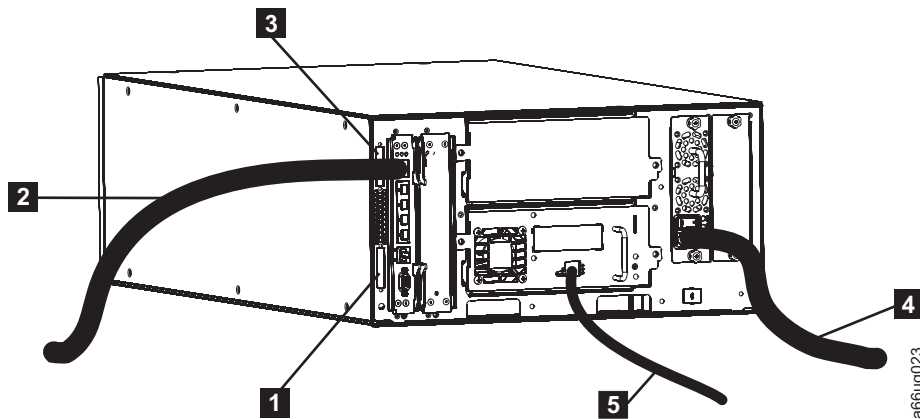

Figura 3-15. Cableado de una biblioteca de 5U con unidades Fibre Channel
1. Instale el terminador de comunicación de módulo superior (**3** en la Figura 3-15).
2. Instale el terminador de comunicación de módulo inferior (**1** en la Figura 3-15 en la página 3-17).
3. Instale un extremo del cable Ethernet proporcionado por el cliente (**2** en la Figura 3-15 en la página 3-17) en el puerto Ethernet de la unidad blade de control de biblioteca y, a continuación, conecte un extremo del cable con la red.
4. Instale un extremo del cable de Fibre Channel de la unidad (**5** en la Figura 3-15 en la página 3-17) en una unidad Fibre Channel de la biblioteca y, a continuación, conecte el otro extremo del cable con la red. Repita este procedimiento para cada unidad Fibre Channel de la biblioteca.
5. Instale un extremo del cable de alimentación (**4** en la Figura 3-15 en la página 3-17) en el receptáculo de una fuente de alimentación de la biblioteca y, a continuación, conecte el otro extremo del cable con la fuente de alimentación. Repita este procedimiento para cada fuente de alimentación de la biblioteca.